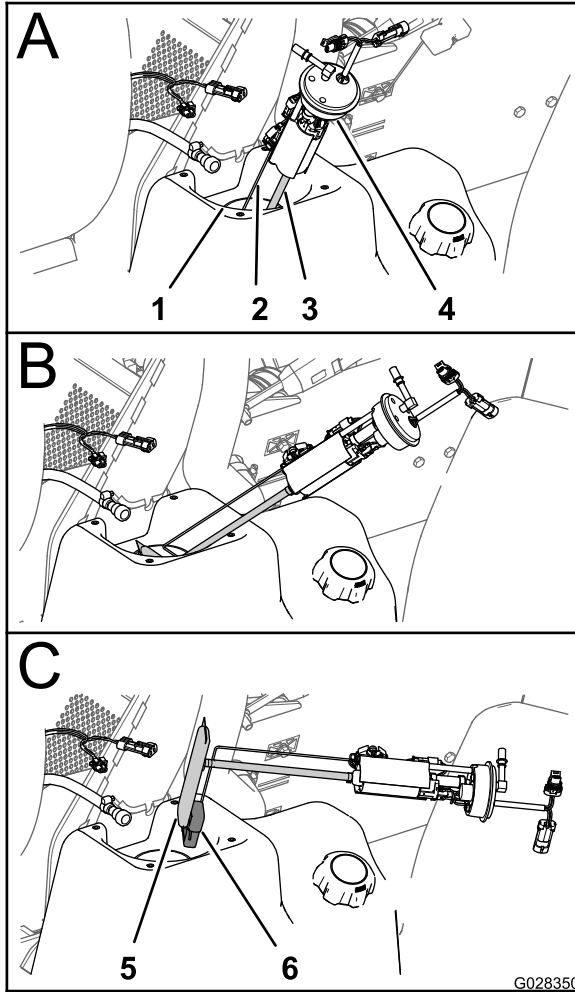
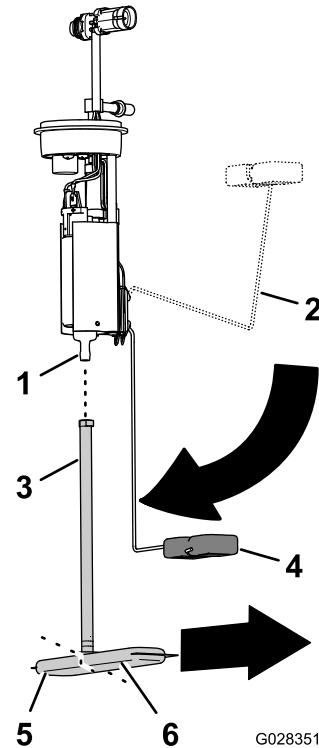

図 72
図 73
6. 燃料ポンプ / センダーユニットを回しながら慎重に燃料タンクの首から外す 図 72。
1. 燃料ポンプのフィッティングから燃料フィルタのピックアップチューブを外す 図 73。
2. 新しい燃料フィルタのピックアップチューブを、燃料ポンプのフィッティングに合わせる 図 73。
3. 燃料フィルタの長い方の脚を、フロートのアームが「残量ゼロ」位置の時のフロートに合わせる 図 73。
4. 燃料ポンプのフィッティングをピックアップチューブの一番奥まで入れる 図 73。
1. フロートのアームとピックアップチューブを支えながら、フロートと燃料フィルタを燃料タンク内に入れる 図 72。
2. 燃料ポンプ / センダーユニットを、燃料タンク内部に入れる 図 72と図 73。
3. 燃料ポンプ / センダーユニットおよび燃料タンクの首にシールとナットを取り付け、ナットを十分に締め付ける 図 72。
4. 燃料ポンプのフィッティングに燃料ホースのカップリングを接続する 図 72。
5. 燃料ポンプ / センダーユニットの2ピンコネクタを、車両用のワイヤハーネスの2ソケットコネクタに接続し燃料ポンプ / センダーユニットの2ソケットコネクタを、車両用のワイヤハーネスの2ピンコネクタに接続する 図 72。